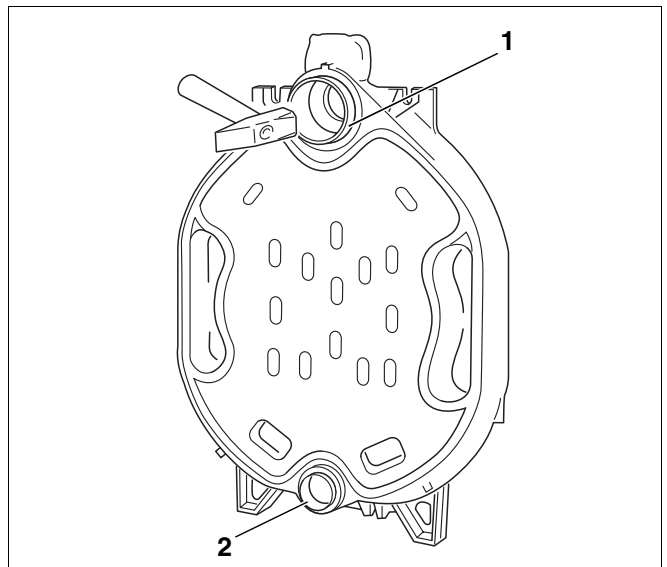

Рис. 9 Установка ниппеля
- Вставить ниппели в верхнюю (размер 2,119/50) и нижнюю (размер 0,57/50) ступицы задней секции и забить молотком сильными ударами крест-накрест. После забивания верхний ниппель (рис. 9, поз. 1) должен выступать из верхней ступицы и нижний ниппель (рис. 9, поз. 2) из нижней ступицы примерно на 28 мм.